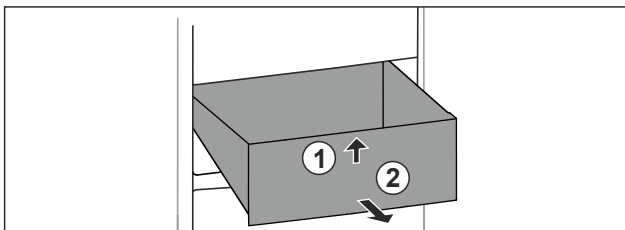

Fig. 59
- Schubfach vorne anheben. Fig. 59 (1)
- Schubfach nach vorne entnehmen. Fig. 59 (2)